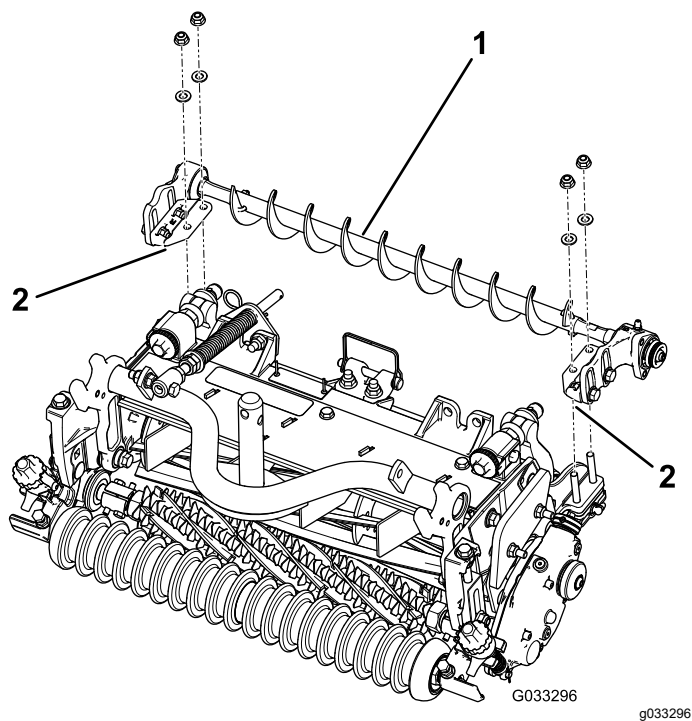

图 5
2. 将左侧或右侧的滚筒刷组件安装支架固定到滚筒支架螺栓上图 5。